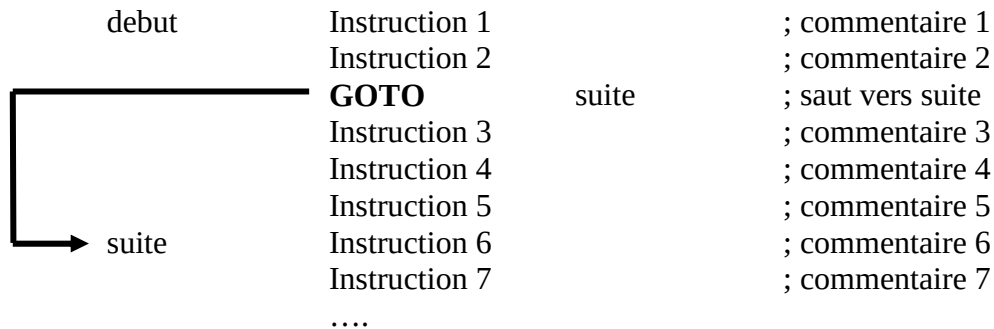

Figure IV.36.
On en rappelle le principe sur la figure IV.36.
- grâce au système des labels, on peut donner un nom **symbolique** à **k**, comme sur la figure IV.36. : l'assembleur transformera le label **suite** en une adresse de 11 bits pour effectuer (comme demandé par **GOTO suite**) le saut vers l'adresse correspondant au label **suite**,